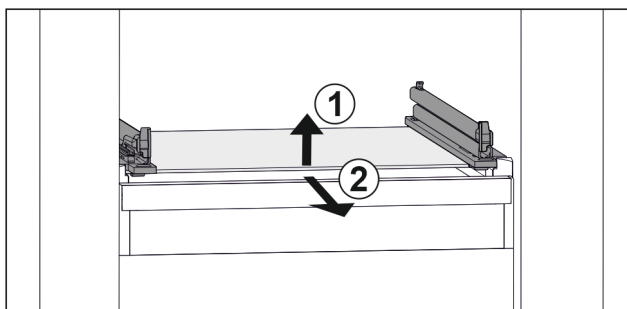

Fig. 82 Príklad zobrazenia sklenenej dosky
- Nadvihnite sklenenú dosku vpredu. Fig. 82 (1)
- Odoberte sklenenú dosku dopredu. Fig. 82 (2)